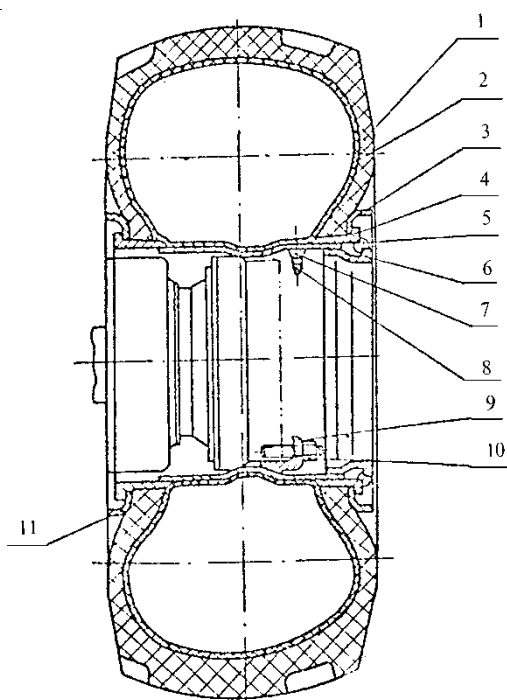

Рис. 42 Колесо
- отвернуть колпачок вентиля воздушного 7 (рис. 42);